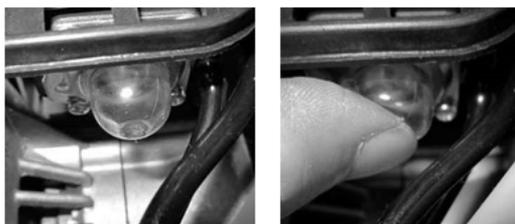

Fig.12
- 1) Premere più volte il cilindro di adescamento finché non è pieno di carburante. (fig.12)